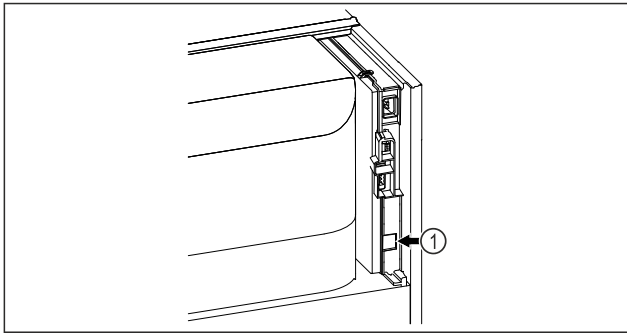

Fig. 183
- SmartModule Fig. 183 (1) on sisse pandud.